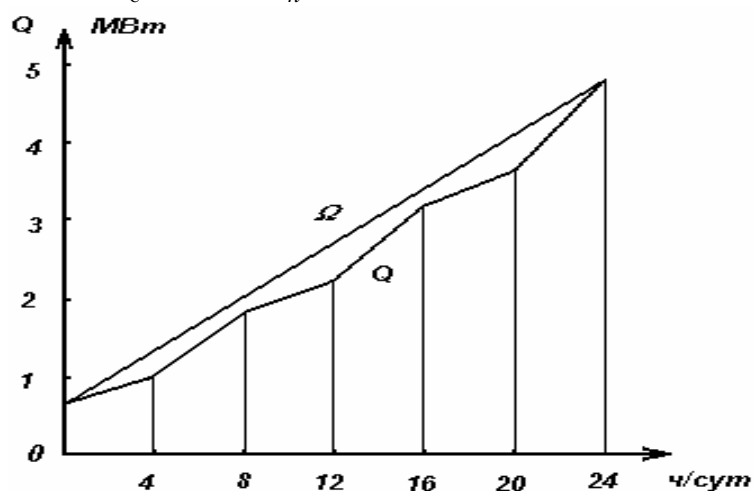

Рис. 81
21. Определите объем аккумуляторов (рис. 81) по интегральному графику. Известно: $t_c = 5$ °С, $t_h = 60$ °С.